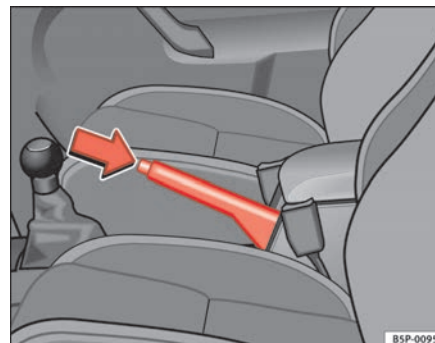

Fig. 101 Freno de mano entre los asientos delanteros
⇒ fig. 101.
- Tire ligeramente de la palanca hacia arriba, presione el botón de desbloqueo en la dirección de la flecha ⇒ fig. 101 y baje completamente la palanca. ⇒ ⚠.